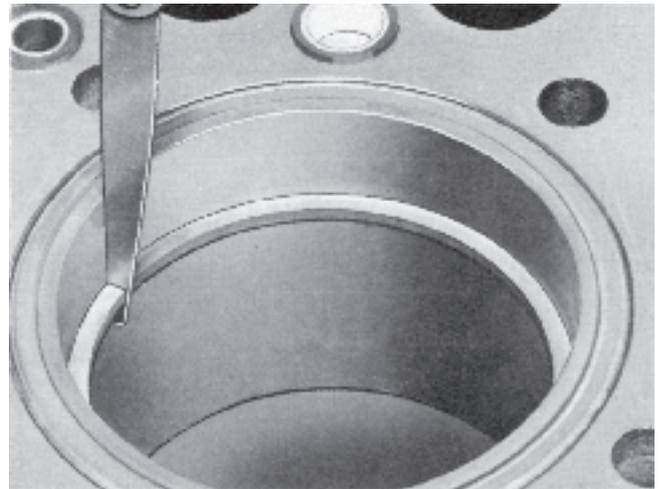

Fig. 56. Contrôle de la coupe de segment
Vérifier les surfaces d'usure et les bords des segments. Des taches noires sur les surfaces de frottement indiquent un mauvais contact et les segments doivent être remplacés. Même la consommation d'huile est un facteur déterminant de l'usure, donc de la durée de service des segments. Vérifier la coupe des segments (figure 56). Lors de la mesure, repousser le segment **au-dessous du point mort bas** à l'aide d'un piston. Changer les segments si la coupe atteint 1,5 mm ou davantage.
6. Vérifier la coupe des segments dans l'alésage (figure 56) ainsi que le jeu des segments dans les gorges correspondantes.
L'usure des chemises est déterminée, le plus facilement, en plaçant un nouveau segment au point mort haut (figure 56) et en mesurant la coupe de ce segment puis en la comparant à la coupe du segment au-dessous du point mort bas. L'usure obtenue est donnée par la différence entre les deux valeurs mesurées divisée par 3,14.